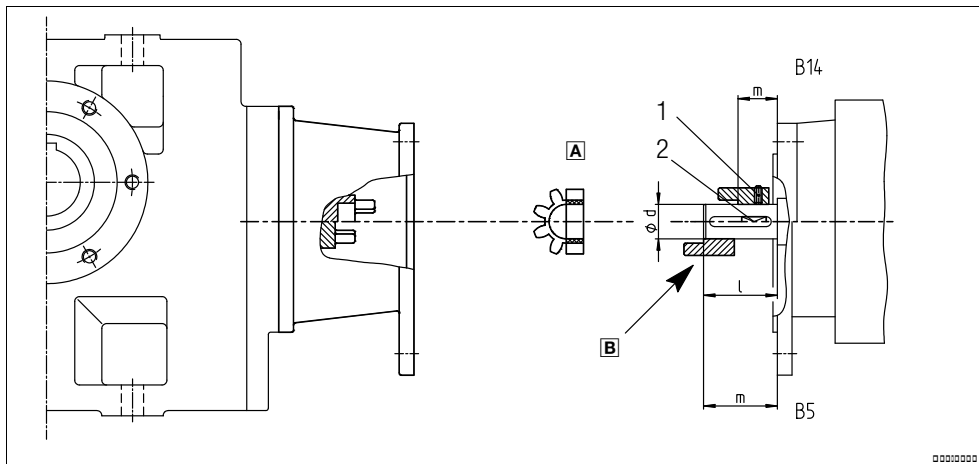

Рис. 3 Вид входной стороны N
1. Установить призматическую шпонку двигателя (2) .
2. Надеть втулку муфты на вал двигателя, соблюдать размер M (см. Рис. 3 и Таб. 3).
3. Зафиксировать втулку муфты от осевого движения посредством стопорного или зажимного винта (1).
2. Надвинуть втулку муфты на вал двигателя, соблюдать монтажный размер М (см. Рис. 3 и Таб. 3).